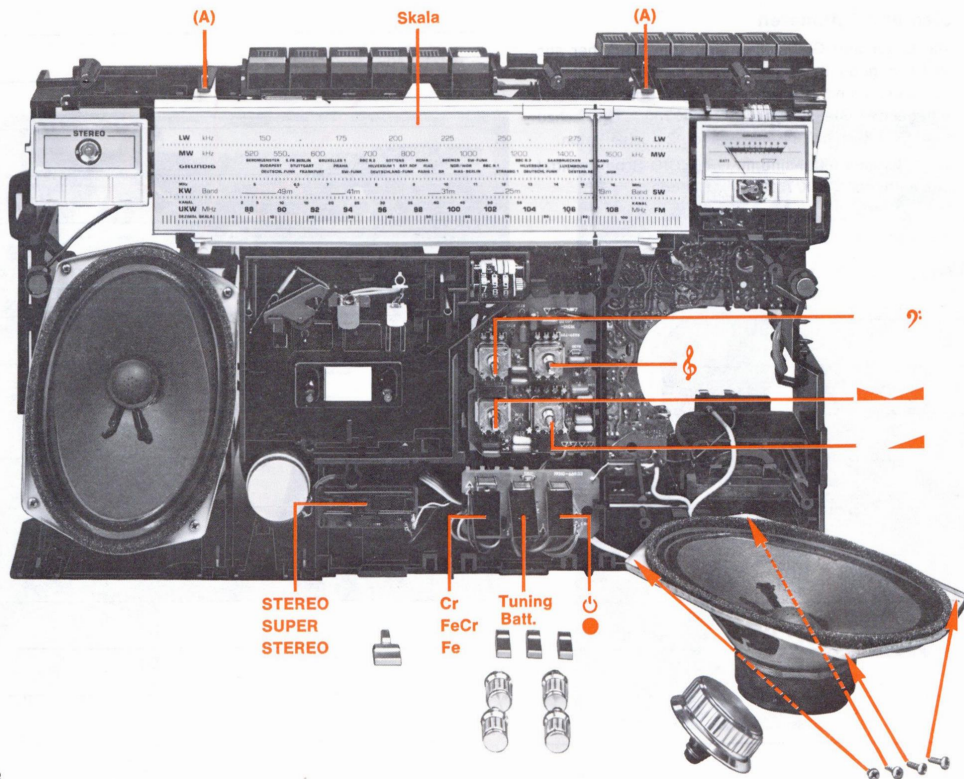

Bild 3
- 1.3 Ausbau der Skala [Bild 3, 4]**